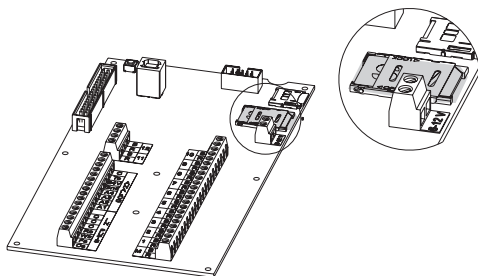

Figura 11: Tarjeta SIM insertada correctamente
4. Deslice hacia el costado la tapa del alojamiento de la tarjeta SIM para abrirla, como lo indica la flecha rotulada OPEN [abrir] (ver Figura 11).
7. Mantenga hacia abajo la cubierta del alojamiento de la tarjeta SIM mientras desliza la cubierta hacia el costado, como lo indica la flecha rotulada LOCK [traba] (Figura 11).